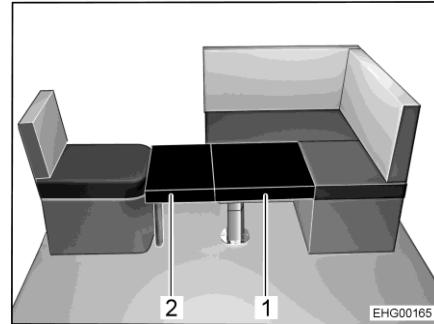
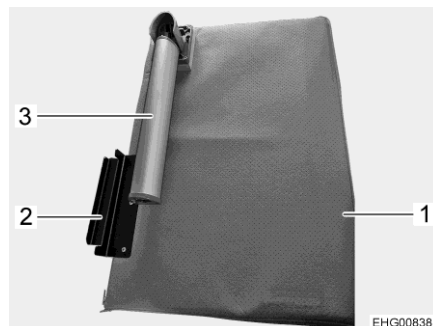

Bild 121 Efter ombyggnaden
Bild 122 Extrabräda
- Fäll ut fotstöd (Bild 122,3) på extrabräda (Bild 122,1).
- Haka fast extrabrädans hållvinkel (Bild 122,2) i enkelsätet och placera extradynan (Bild 121,2) på bordsskivan.
- Placera den andra extra dynan (Bild 121,1) på bordsskivan.